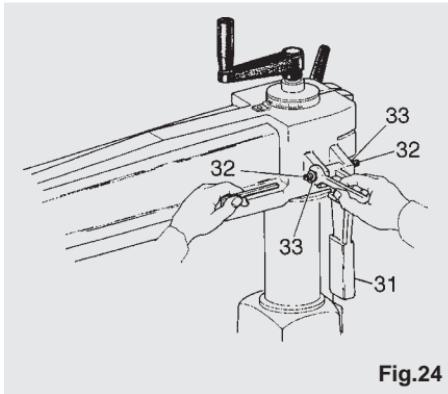

Fig.24
- Soulever la poignée de blocage du bras (31) (voir figure 24).
- Agir sur les boulons de réglage (32) de manière à déplacer le levier pour éliminer le défaut.
- Baisser de nouveau le levier en coin et serrer les contre-écrous (33).